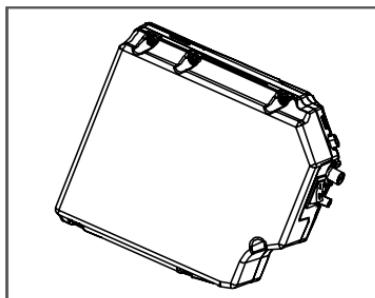

Figura 19
- (1). Se si utilizzano batterie al piombo, vengono forniti i vani batteria destro e sinistro e ogni vano batteria contiene una batteria al piombo: il rosso sulla batteria indica l'elettrodo positivo e il nero l'elettrodo negativo. La batteria deve essere sostituita come indicato di seguito:
- a. Allenti le 6 viti autofilettanti dall'interno della sedia a rotelle elettrica (cioè dal retro del vano batteria) e apra il coperchio posteriore, si veda la Figura 19. I metodi sono gli stessi per il lato sinistro e per il lato destro;